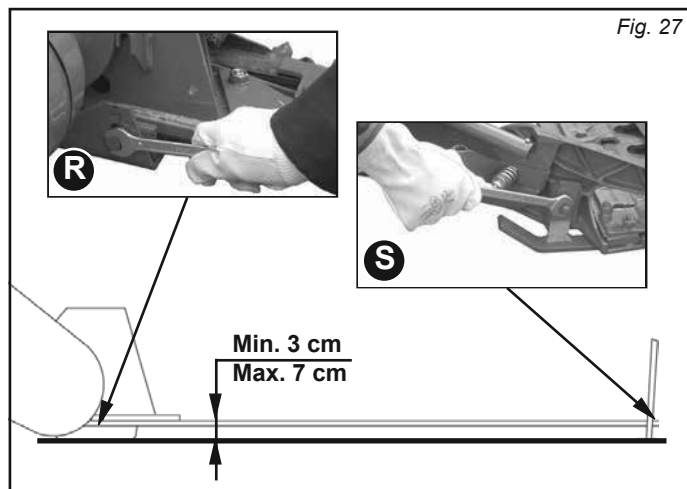

Fig. 27
- Régler la hauteur de coupe (Fig. 27) en déplaçant la barre de coupe sur les trous du sabot interne (R) et, en agissant sur l'écrou du sabot externe (S), la disposer parallèlement au sol.